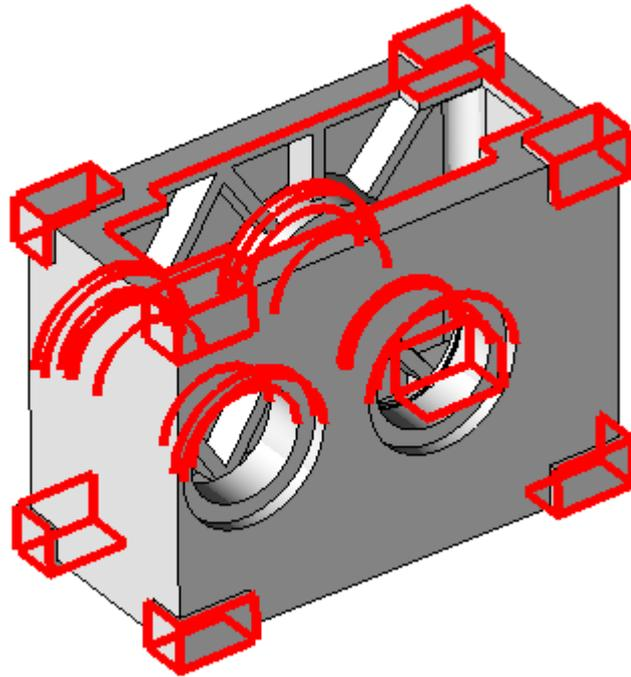

Abb. 16 Ausgeschlossene Kanten
►  Automatische Rundung ►   5.000 ►   Gleich ►  ► Kanten mit [STRG] auswählen die ausgeschlossen werden sollen (s. Abb. 16)